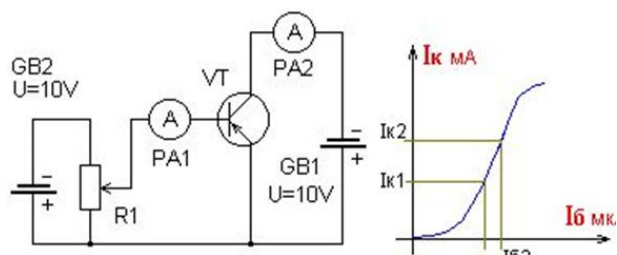

Рис.1. Схема исследования биполярного транзистора, включенного по схеме с ОЭ
1.1. Соберите схему в программе EWB (рис.1). Измерительные приборы поставить в режим измерения постоянного тока (режим DC). Установите  $R1 = 100\text{кОм}$ .
1.4. Постройте график  $I_k$  как функции  $I_b$  (см.рис. 1).